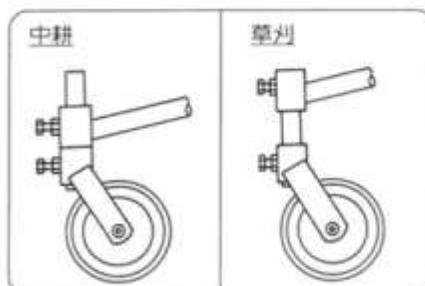

図19
- ② 前輪を〔中耕〕の高さにします。
- 前輪は固定にしてください。（図19）